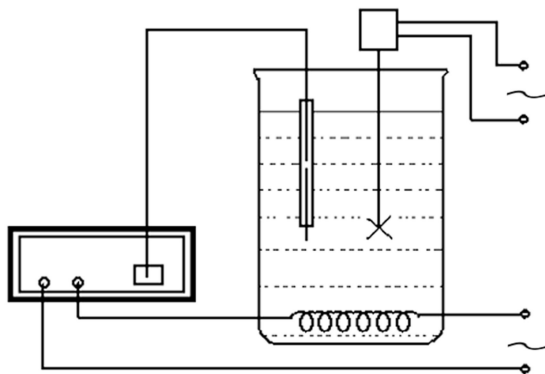

图 1-2 恒温槽电路图
- 3、将温控仪、250V 可调变压器、电加热丝按电路图 1-2 连接好，并将搅拌马达接到另一只 1kV 的可调变压器的输出端，接好电源线。